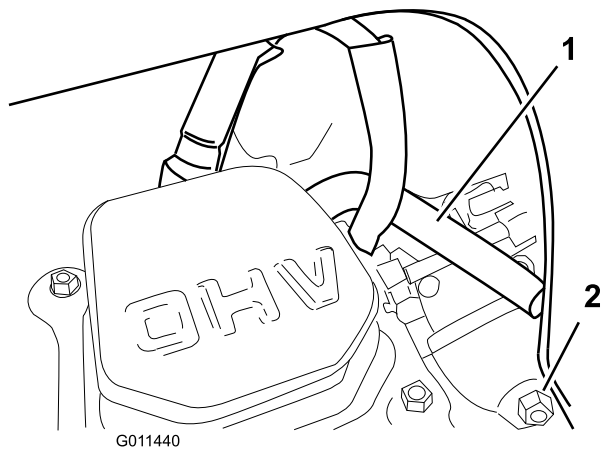

Figure 36
**Remarque:** Veillez à faire passer le tube de reniflard au-dessus du fil de la bougie, comme illustré (Figure 36).
6. Vidangez le carburateur par la vis de vidange (Figure 36) dans un bidon d'essence homologué.